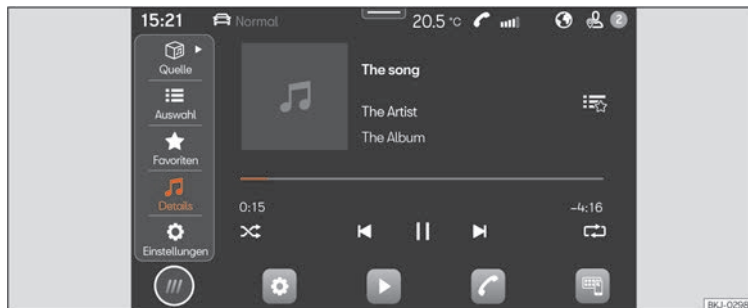

Abb. 131 Schematische Darstellung: Ansicht Medien
- Drücken Sie **HOME > ► >>> Abb. 131.**